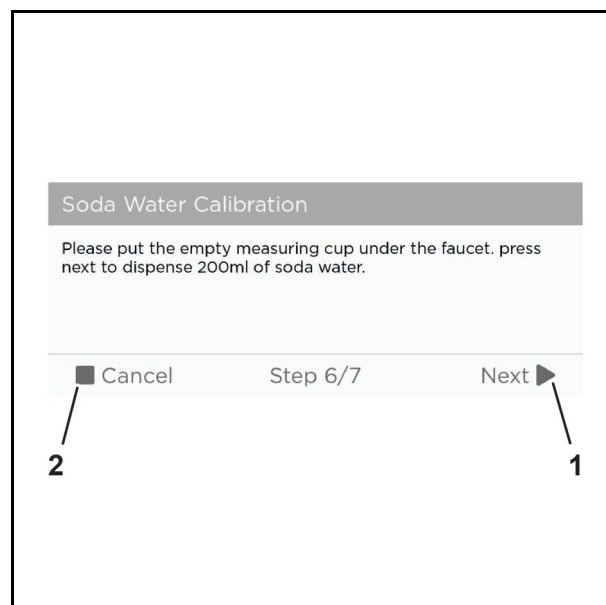

Abb. 62 Beispielgrafik
15. Tippen Sie auf die Schaltfläche "Next" (Abb. 62/1), um mit der Kalibrierung fortzufahren oder "Cancel" (Abb. 62/2), um die Kalibrierung abbrechen.